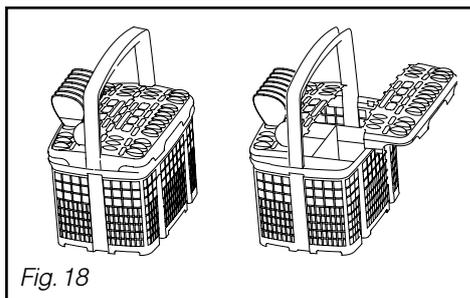

Fig. 18
**Estão à sua disposição grelhas amovíveis se pretender um carregamento dos talheres ordenado** (Fig. 18)